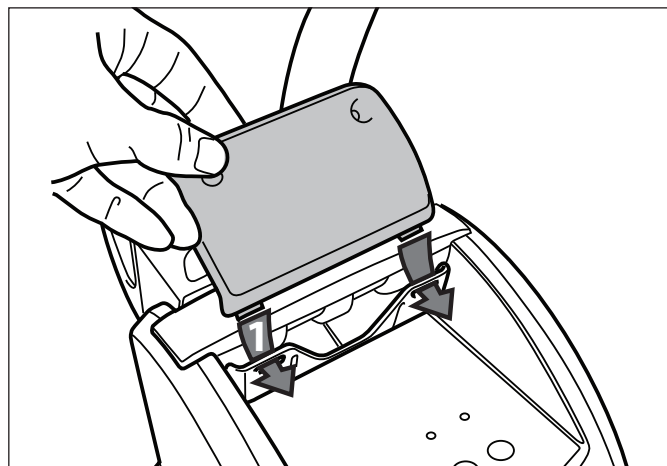

Figura 13. Posición de los sujetadores del placa de fijación
2. Deslice los sujetadores de la placa de fijación en el soporte de control y alinee los orificios de los tornillos. Vea la Figura 13.